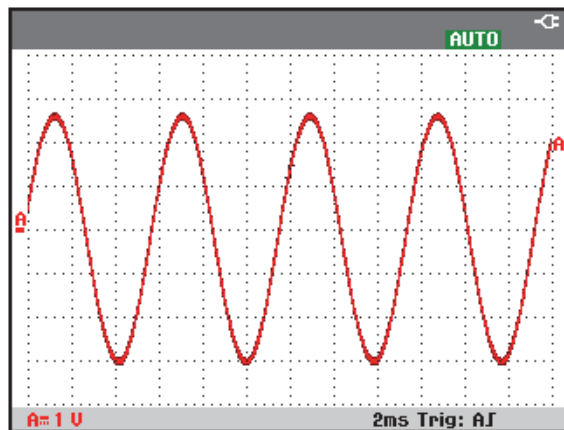

図 7. 自動設定後の画面
画面右側に波形 ID (A) が表示されます (図 7 を参照)。画面左側の入力 A ゼロアイコン **[A]** は波形のグランドレベルを示しています。